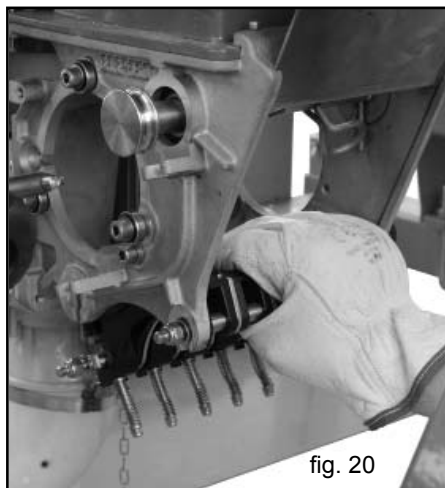

fig. 20
- 3) Estrarre il gruppo dei tastatori dalla parte posteriore (Fig. 20), e successivamente estrarre la parte anteriore.